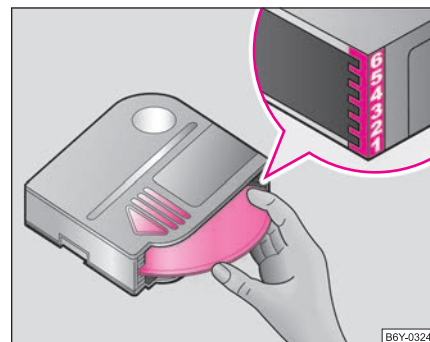

Fig. 100 Încărcarea CD-urilor în magazie
- Introduceți magazinul cu săgeata în sus ⇒ fig. 100. Vârful săgeții de pe magazin trebuie să fie îndreptat înspre gura magaziei.
- Țineți magazinul cu săgeata în sus ⇒ fig. 100.
- Introduceți **CD-urile cu partea înregistrată în jos**, pe rând în magazie; se emite un zgomot specific de fixare. Observați în partea dreaptă a magaziei, ordinea introducerii CD-urilor ⇒ fig. 100.